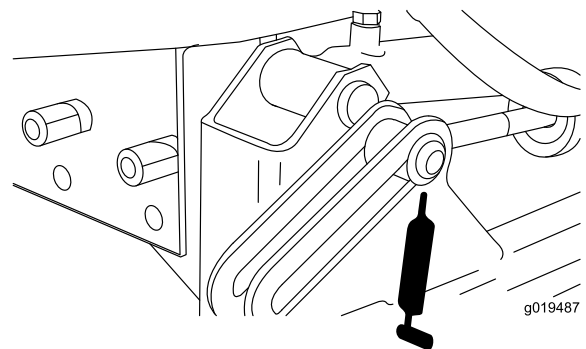
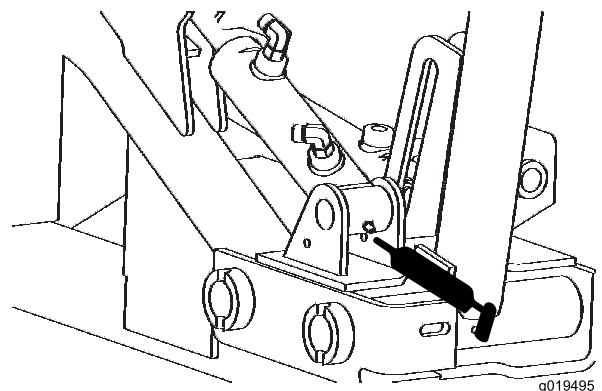

Figura 43
Figura 44
- Cilindri di sollevamento anteriori (3) (Figura 43 e Figura 44).